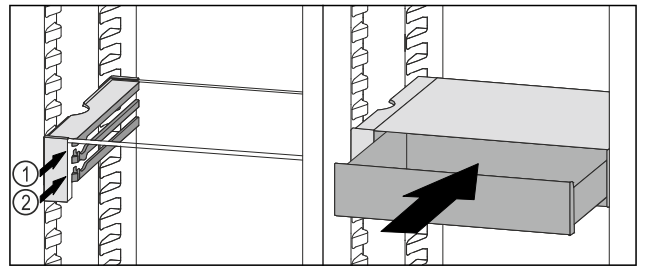

Fig. 63
- ▶ Встановити висувний ящик VarioSafe за стопорами на потрібне ребро Fig. 63 (1) або Fig. 63 (2).